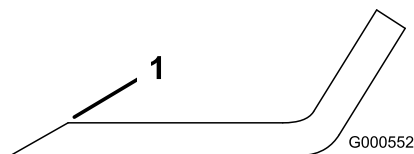

Figura 99
1. Utilice una lima para afilar el filo de corte en ambos extremos de la cuchilla (Figura 99).